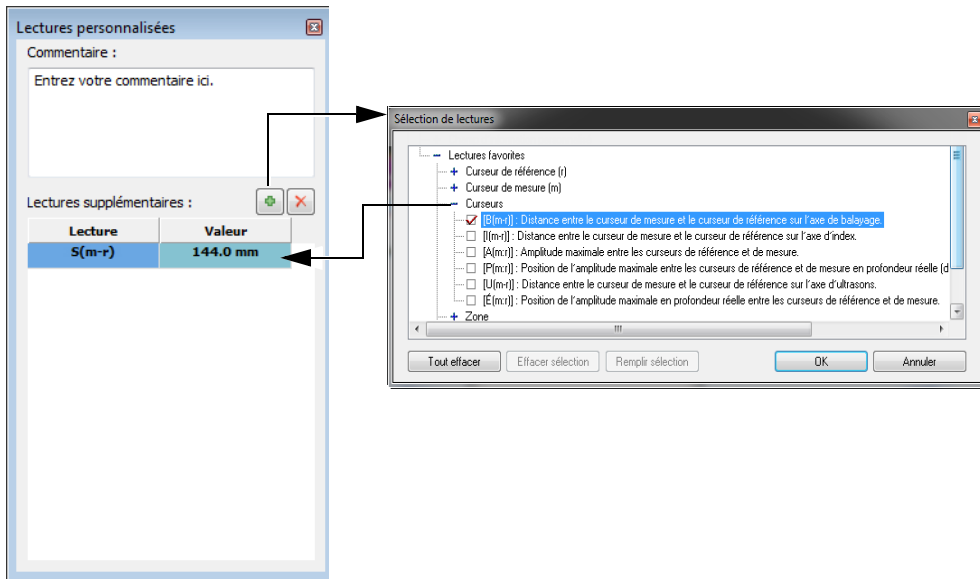

Figure 6-9 Ajout d'un commentaire et d'une lecture supplémentaire à une indication
- c) Entrez votre commentaire concernant l'indication dans la zone de texte **Commentaire** dans la barre de dialogue **Lectures personnalisées** qui s'affiche (voir la Figure 6-9 à la page 344).
9. Vous pouvez aussi inclure des lectures supplémentaires dans la table d'indications (voir la Figure 6-9 à la page 344) :